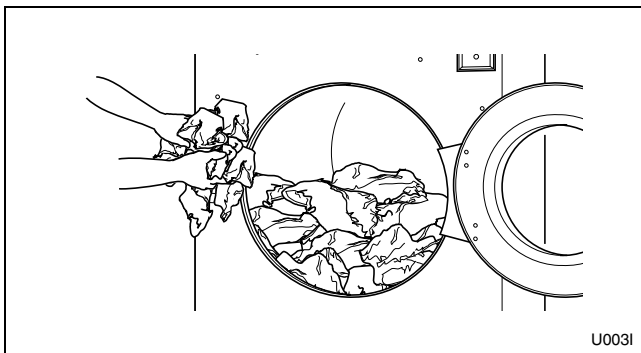

Figure 37
3. Charger à pleine capacité autant que possible. NE PAS SURCHARGER. Se reporter à la Figure 37.